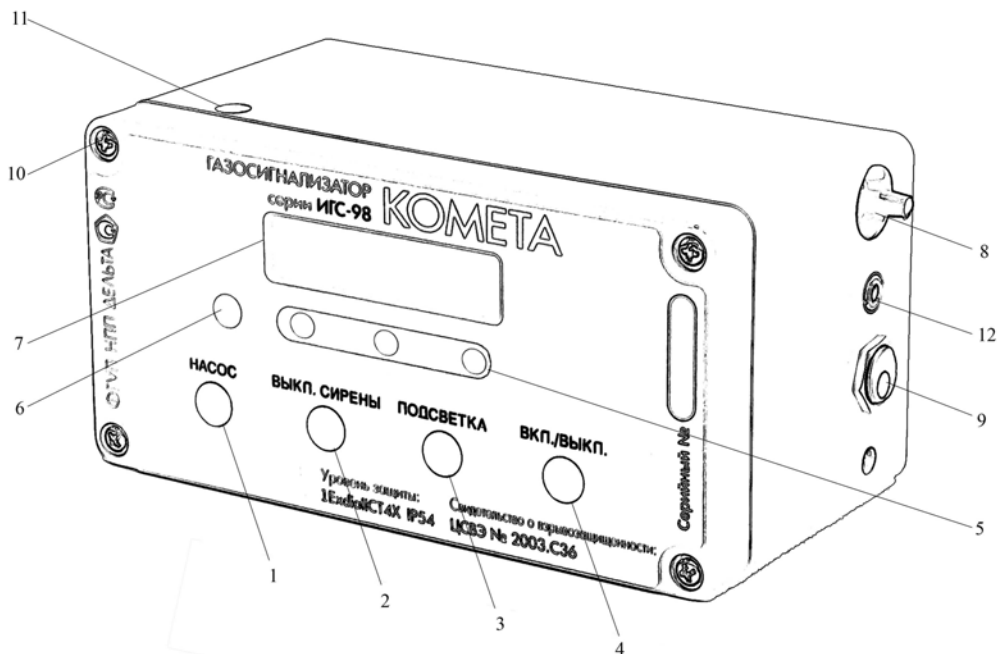
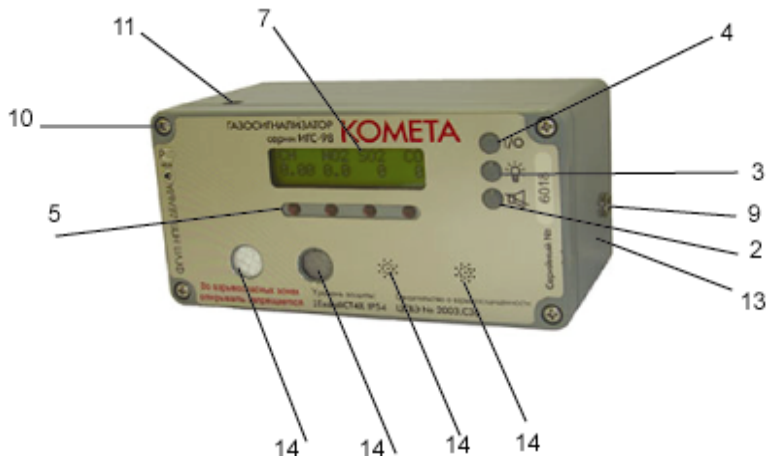

Рис. 1. Внешний вид варианта исполнения ГС с принудительной подачей газа.
Рис. 2. Внешний вид диффузионного варианта исполнения ГС.
- переносной прибор с системой принудительной подачи воздуха и пробоотборными зондами для контроля воздуха из труднодоступных мест (см. рис. 1);
- переносной прибор с естественным доступом воздуха (см. рис. 2).
2.2. На лицевой и боковых панелях ГС расположены (рис.1 и рис.2):